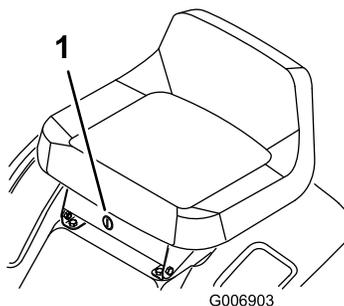

Figura 11
Se dovete utilizzare il comando delle lame (PDF) durante la retromarcia, escludete l'interruttore di sicurezza agendo sull'interruttore KeyChoice, situato accanto alla staffa del sedile (Figura 11).
2. Inserite la chiave KeyChoice nell'interruttore (Figura 11).